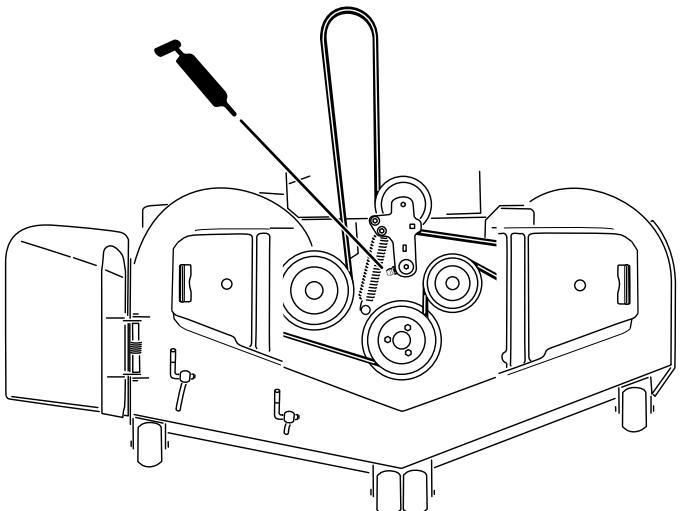

Figure 40
3. Graissez le pivot de la poulie de tension du tablier de coupe jusqu'à ce que la graisse ressorte par le bas (Figure 40).